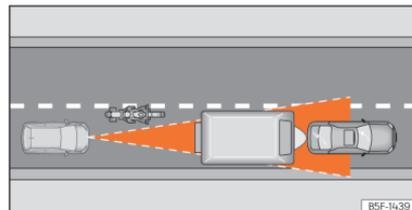

Fig. 118 Motociclo que circula à frente, fora do raio de alcance do sensor de radar.
- Veículos que circulem desalinhados ou fora da zona de deteção do sensor, por exemplo, motociclos »» Fig. 118.